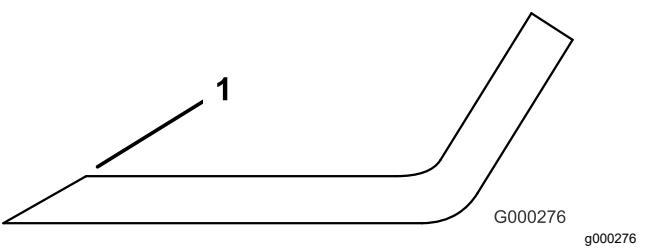

Bild 91
3. Prüfen Sie die Schnittkanten aller Messer und schärfen die Kanten, wenn sie stumpf sind oder Kerben haben (Bild 91).
Hinweis: Schärfen Sie nur die Oberseite der Schnittkante und behalten Sie den ursprünglichen Schnittwinkel bei, um die Schärfe des Messers zu gewährleisten (Bild 91). Das Schnittmesser bleibt ausgewuchtet, wenn von beiden Schnittkanten die gleiche Materialmenge entfernt wird.